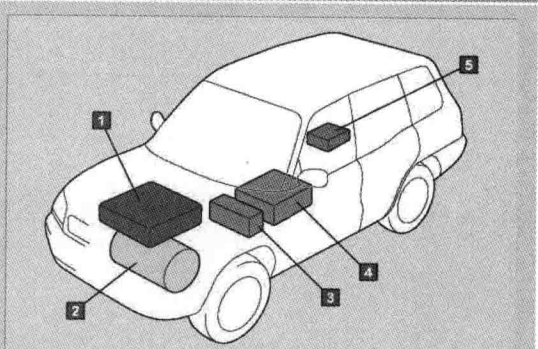

图1-17 燃料电池车
(4) 燃料电池车 燃料电池车(图1-17)英文缩写为FCHV,它采用的电能来自氢燃料与空气中氧的反应,由于反应仅生成水,因此被认为是低污染车辆的最终形式,预计将成为下一代的驱动动力。